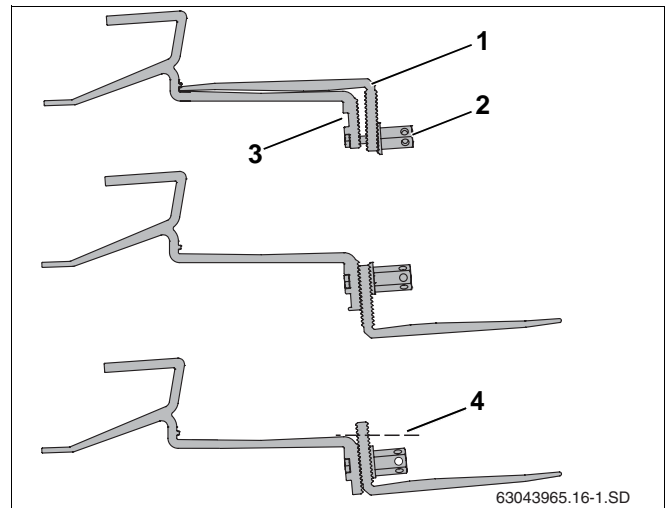

Bild 17 Placera om takhakens nedre del
- ▶ Lossa den långa sexkantsmuttern (bild 17, **pos. 2**).
- ▶ Sätt in skruven i det övre hålet (bild 17, **pos. 3**).
- ▶ Fäst takhakens nedre del (bild 17, **pos. 1**) löst. Dra inte åt hårt ännu.